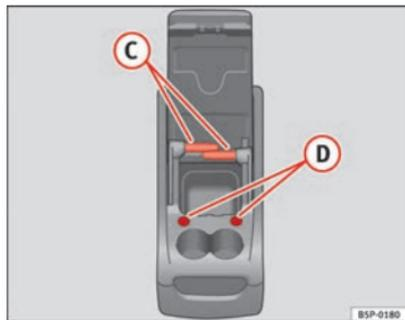

Fig. 106 Rangement mobile. Fonctions.
Pour utiliser la tablette (C) ⇒ fig. 106, il faut l'extraire de son logement sur le côté du rangement mobile et la placer dans son logement (D) ⇒ fig. 106 sur la partie frontale du rangement mobile.